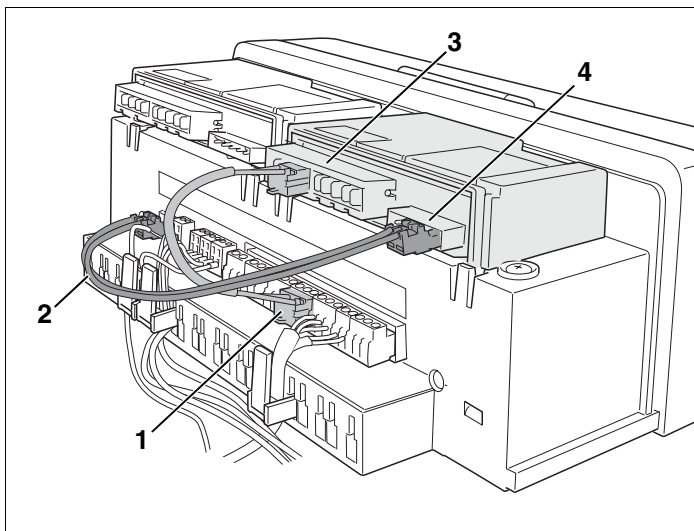

Fig. 7 Effectuer le raccordement électrique du premier module de fonction
- Insérer correctement le câble du raccordement au réseau et le câble Bus (fig. 7, **pos. 1** et **2**) de l'appareil de régulation de la chaudière dans les bornes (fig. 7, **pos. 3** et **4**) du premier module.
- Câbler les autres composants avec les bornes (fig. 7, **pos. 3** et **4**) du module de fonction selon le schéma de raccordement.
- Insérer correctement le câble de raccordement au réseau et le câble Bus (fig. 7, **pos. 1 et 2**) du premier module dans les bornes du second module.